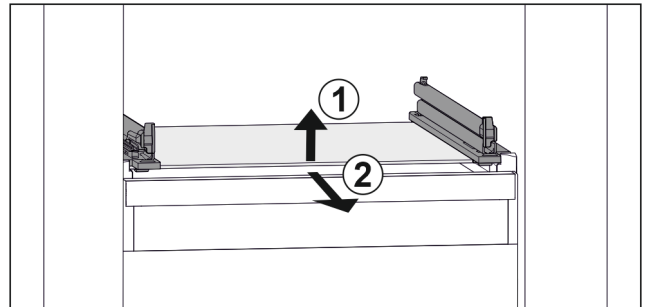

Fig. 36 Representación de la placa de vidrio a modo de ejemplo
- ▶ Levante la placa de vidrio por delante. Fig. 36 (1)
- ▶ Retire la placa de vidrio hacia delante. Fig. 36 (2)